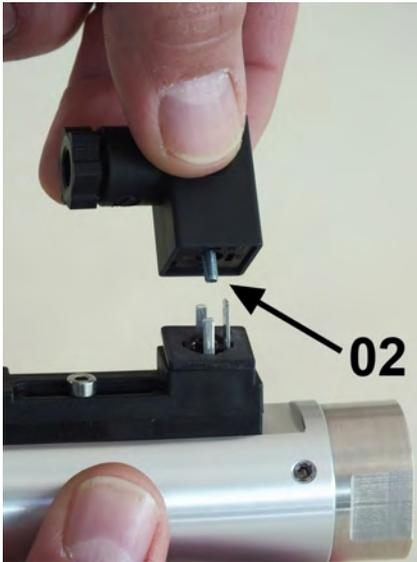

Abb. 53: Steckdose abziehen
- 2.** ➤ Steckdose mit dazugehöriger Dichtung (Abb. 53/02) nach oben abziehen